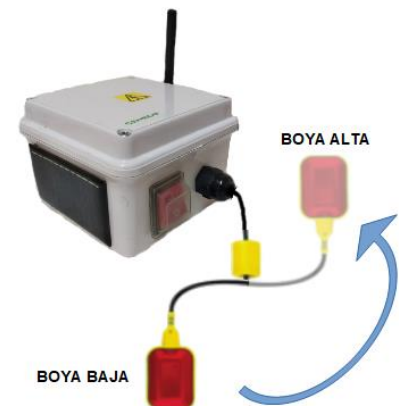

Figura 10. Paso 5.
5. Una vez seleccionado el relé a configurar se procede a encender el nivel inalámbrico desde el botón de encendido con la boya en bajo. Se mantiene esa posición durante 10 segundos y se procede a poner la boya en alto, hasta que en la unidad central se apague y encienda el relé que se está configurando. En ese instante el relé queda asociado a ese nivel y la unidad central comienza su funcionamiento normal. Este paso se encuentra ilustrado en la figura 10.